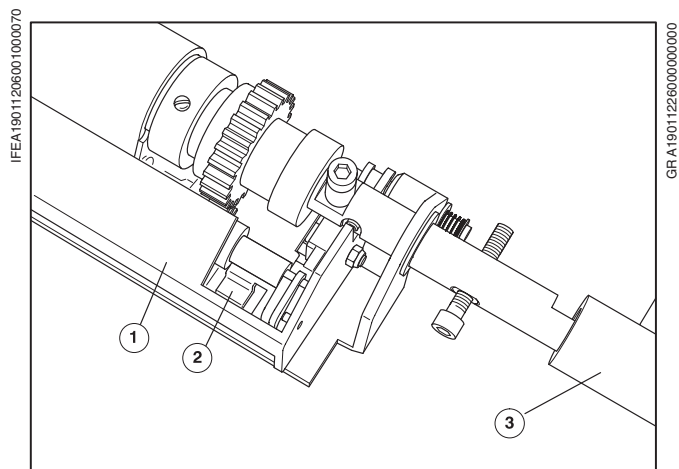

Рис. 28 Заливка смывочного средства
- ❶ Наполняйте смывочным средством ванну для смывочного средства (Рис. 28/❶) до тех пор, пока планка (Рис. 28/❷) не будет покрыта смывочным средством.
- ❷ Осторожно вставьте устройство для смывки в машину и зафиксируйте его рукояткой (Рис. 28/❸)